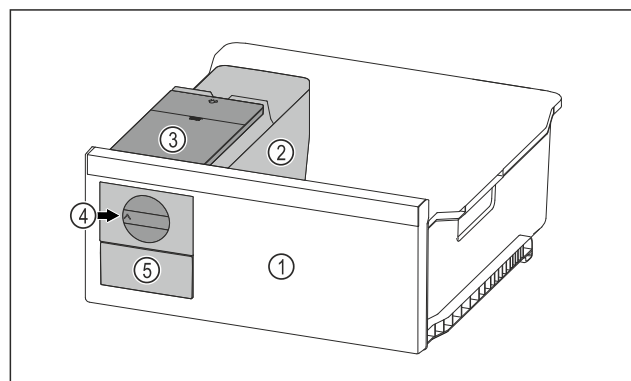

Fig. 149 Shembull ilustrues
- Rrotulloni dorezën e rrotullimit Fig. 149 (4) deri në fund në drejtim të akrepave të orës.
- Kubat e akullit bien nga forma e kubave të akullit brenda në sirtarin e kubave të akullit Fig. 149 (5). Nëse nga forma e kubave të akullit nuk bien të gjithë kubat e akullit: